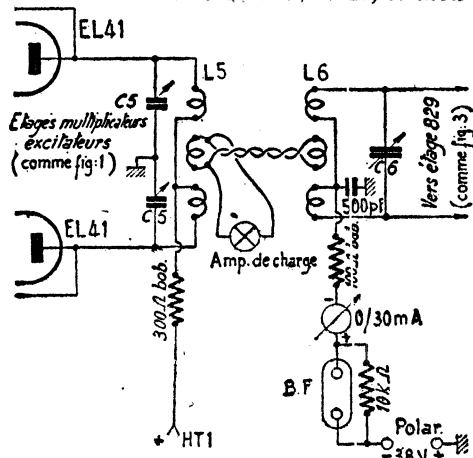
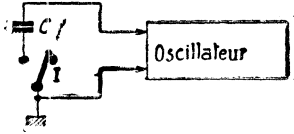

Figure 4
Figure 1.
Aussi, nous permettons-nous d'encourager vivement l'amateur à réaliser les étages multiplicateurs excitateurs et préamplificateurs HF de la figure 1 ; en d'autres termes, les étages 6J6 (I), 6J6 (II) et push-pull EL41. En attendant de pouvoir réaliser le modulateur puissant adéquat pour la modulation plaque et écran, un petit modulateur extrêmement simple fournira la BF nécessaire à la modulation grille du PA 829. Cet étage final est alors monté comme il est indiqué à droite de la figure 3 et selon les conditions de fonctionnement précisées. La liaison inter-étage s'effectue toujours
par une ligne basse impédance. La figure 4 illustre ces dernières explications.
Et puis, il y a une autre raison qui milite en faveur de la construction des étages multiplicateurs et préamplificateurs complets de la figure 1. En régime de porteuse, l'excitation grille demandée par le tube 829 est relativement faible ; mais durant le cycle de modulation, l'excitation grille exigée devient plus importante et l'excitateur doit pouvoir délivrer la puissance HF demandée. S'il n'en est pas ainsi, les crêtes positives de sortie s'affaissent et la modulation n'est pas linéaire. Le préamplificateur push-pull EL41 s'acquitte fort bien de cette tâche du fait qu'il est loin de fonctionner au maximum de ses possibilités et qu'il peut aisément satisfaire à toutes demandes d'énergie d'excitation formulées par l'étage PA 829 modulé par la grille. Selon le rythme de la modulation appliquée aux grilles de commande du 829, la charge présentée à l'étage push-pull EL41 est donc essentiellement variable. Afin d'obtenir une meilleure régulation de l'excitation HF sur les grilles du 829, il est recommandé de coupler une petite ampoule à l'étage de commande. C'est le rôle de l'ampoule de charge connectée en parallèle sur la ligne de couplage (figure 4). Cette ampoule (une ou plusieurs ampoules de lampe de poche connectées en parallèle) forme ainsi charge variable et régularise l'excitation HF appliquée à l'étage suivant (PA 829 modulé grille).
Si on veut disposer en dérivation au circuit accordé d'un oscillateur un condensateur C, comme le représente la figure 1, il est évident que la liaison devra être la plus courte possible si l'oscillateur travaille sur fréquence élevée. Quand la capacité C doit être d'une valeur très petite, la capacité propre du branchement n'est pas négligeable.